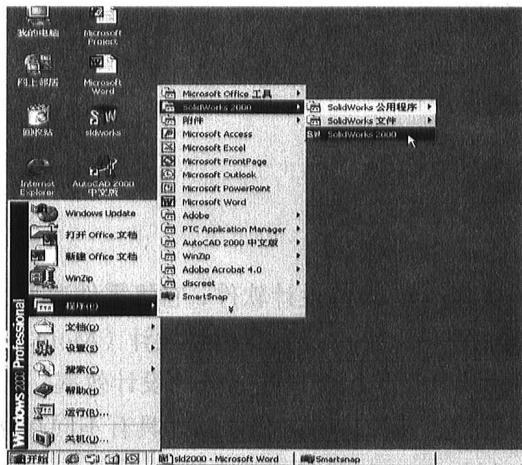

图 1-2 启动 SolidWorks
- 4) 单击 SolidWorks 2000，如图 1-2 所示。